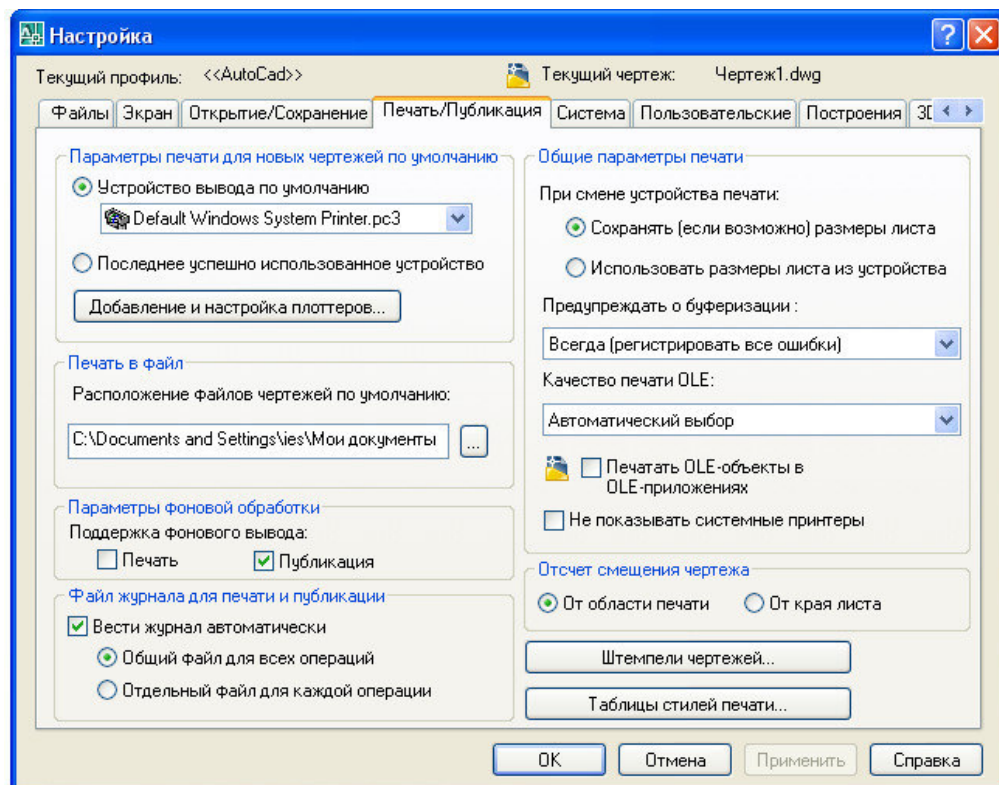

Рис. 1.8. Диалоговое окно "Настройка", вкладка Печать/Публикация
- Печать/Публикация, рис. 1.8.